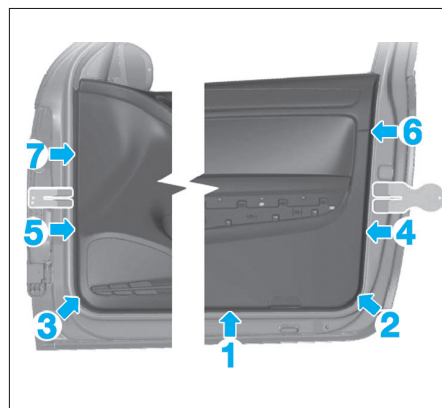

Fig. 40
• Dégrafer la garniture de porte dans l'ordre indiqué (Fig.40).